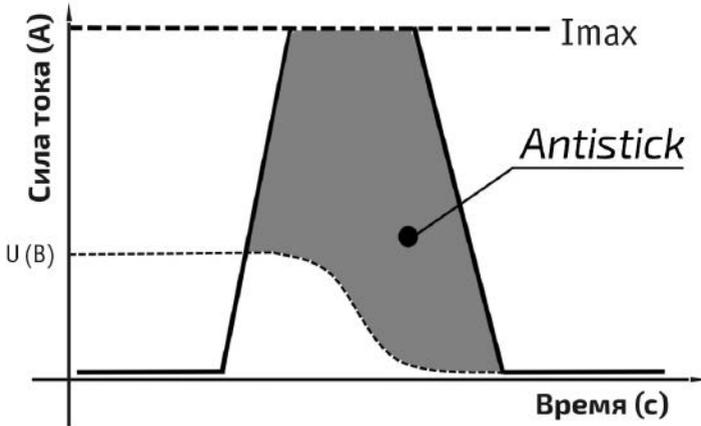

Рис. 12.2.1. Antistick.
**Antistick** – данная функция устраняет прилипание электрода к изделию. Аппарат автоматически снижает ток до минимального, чтобы не допустить перегрев электрода (см. рис. 12.2.1).